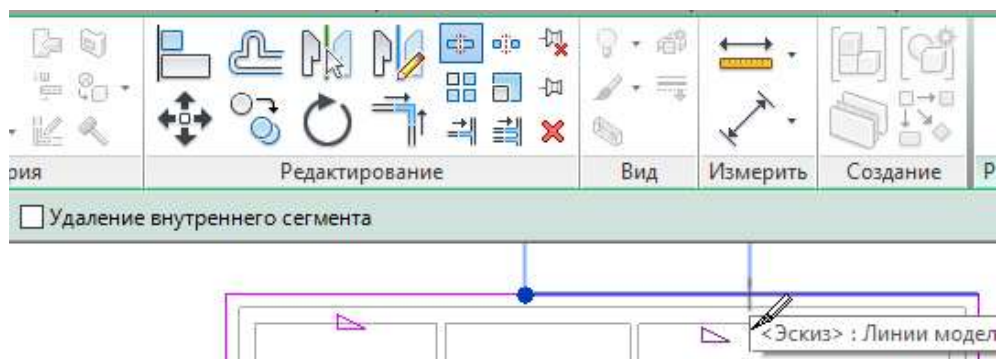

Рисунок 4.57 – Разделение кромки крыши на три элемента
2. В открывшемся эскизе крыши выбираем команду Разделить элемент, убираем галочку Удаление внутреннего сегмента (рис.4.57).